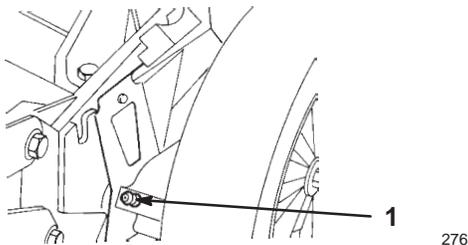

Figure 23
5. Essuyez les graisseurs à l'aide d'un chiffon propre (Fig. 23).